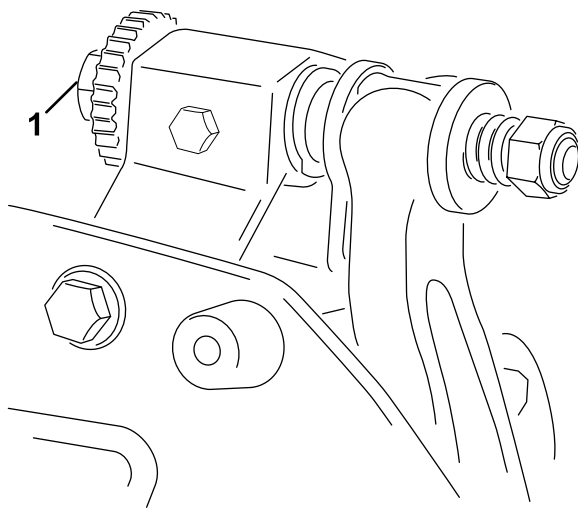

图 10
- A. 顺时针旋转底刀架调节螺丝 图 10 一次调整一格直到感觉并听到轻微的接触。
- 向右转动底刀架调节螺栓图 10 通过左右滑动薄垫片直至感到薄垫片上存在轻微的压力。取出薄垫片。